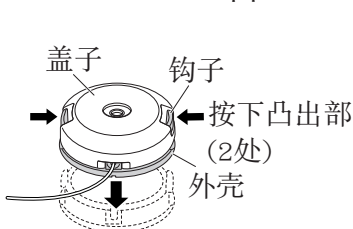

图 14
(1) 准备 $\phi 1.4 \text{ mm} \times 6 \text{ m}$ 的纯正尼龙线 (编号 333923)。
(2) 按下对面的凸出部，然后从外壳上拆下盖子。(图 14)